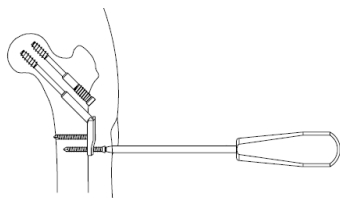
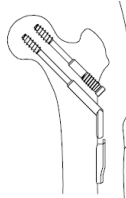

図 2-5-1
図 2-5-2
- 1) 骨幹部スクリューを、5.0CS ドライバーにて取り外し(図 2-5-1)、その後プレートを取り外します。(図 2-5-2)